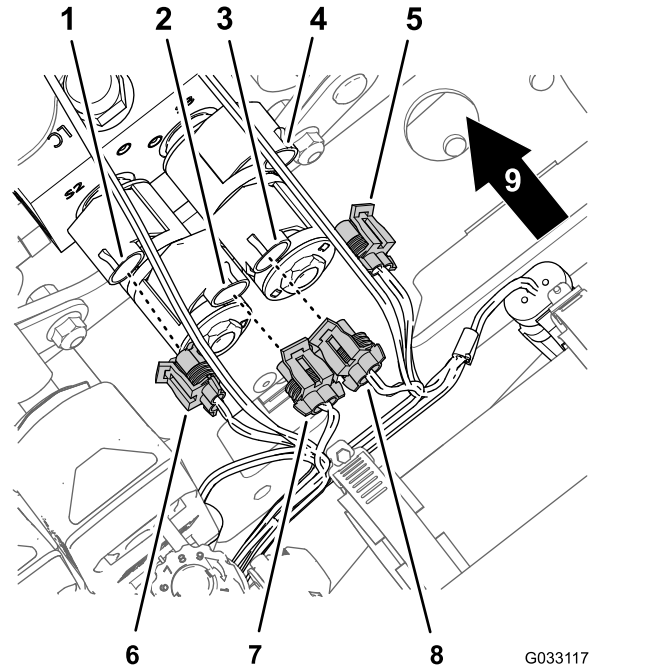

図 32
3. 昇降シリンダのマニホルドのソレノイドの2ピンコネクタから、ソニックブーム仕上りキットのワイヤハーネスの2ソケットコネクタを外す 図 32。